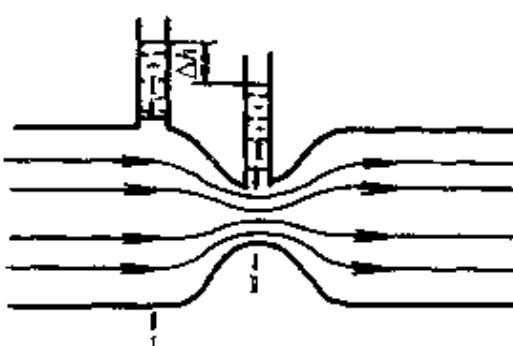

图 1-11 液体在通流面积不等的管内做连续流动
**例 6** 如图 1-11 所示，液体在管内做连续流动，在截面 I-I 和 II-II 处的通流面积分别为  $A_1$  和  $A_2$ ，测压管读数差为  $\Delta h$ ，液体密度为  $\rho$ ，若不考虑管路内能量损失，求截面 I-I 和 II-II 处哪一处压力高？为什么？通过管路的流量  $q$  为多少？